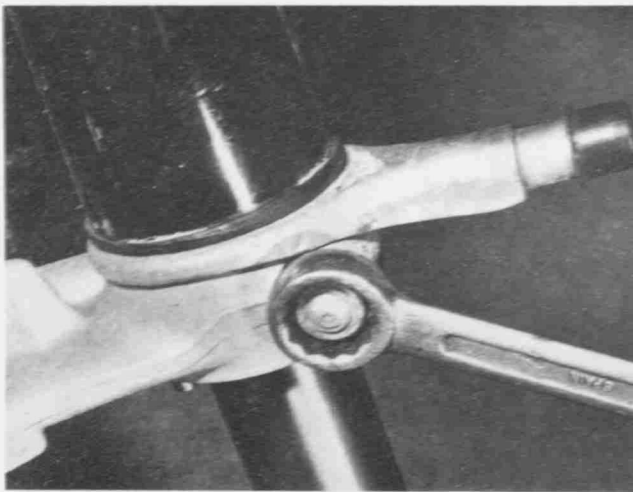

Bild 259
- Zum Ausbauen des Standrohrs die Klemmschraube an der unteren Gabelbrücke lockern und das Standrohr vorsichtig aus der Gabelbrücke herausziehen. Es kann erforderlich sein, die Gabelbrücke leicht mit einem Holzkeil auseinanderzudrücken, um das Standrohr freizubekommen (Bild 259).